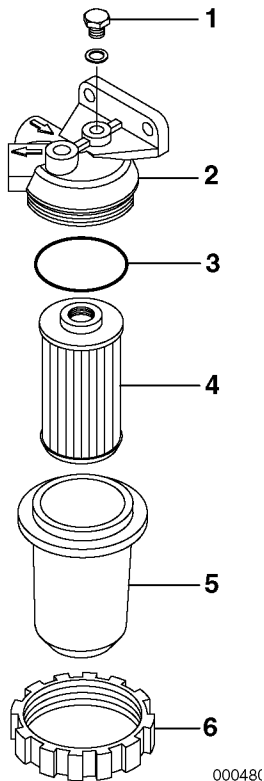

Figure 6
3. Desserrez la bague de rétention (**Figure 6, (6)**), retirez le boîtier du filtre (**Figure 6, (5)**) et purgez toute l'eau ou les sédiments prélevés à l'intérieur.
4. Après la purge, serrez la vis de purge d'air (**Figure 6, (1)**).